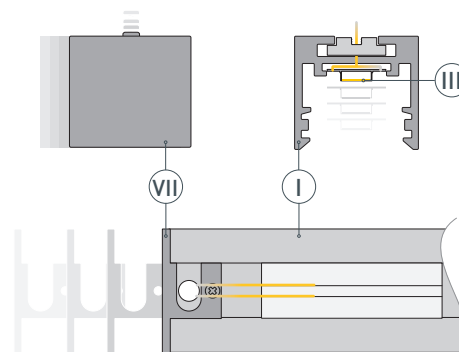

Рис. 1. Установка заглушки Ⓥ на профиль Ⓘ. Вид сверху
**Рекомендуется использовать при монтаже светодиодную ленту 48 V.** Установите светодиодную ленту Ⓝ на профиль Ⓘ и пропустите кабель питания светодиодной ленты через отверстие в профиле. Максимально допустимая для подключения длина отрезка светодиодной ленты Ⓝ указана в инструкции к светодиодной ленте. Установите заглушки Ⓥ на профиль Ⓘ и пропустите кабель питания светодиодной ленты через отверстие в заглушке как показано на рис. 1.